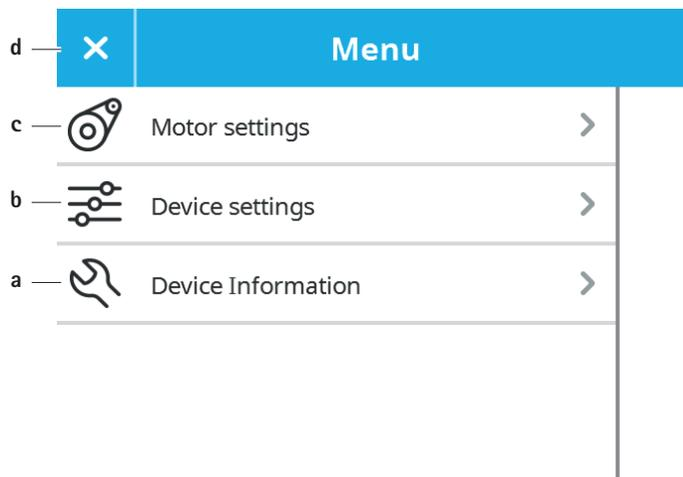

Рис. 8 Меню системных настроек
- ▶ Вызов меню системных настроек: Нажать кнопку меню системных настроек **h**, см. Пример панели управления. Открывается меню системных настроек, см. Рис. 8.